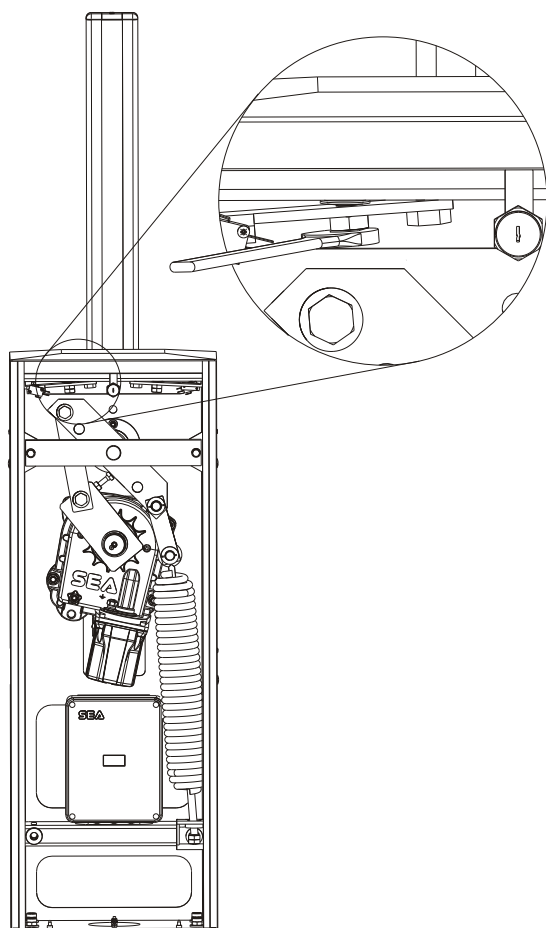

Fig.14
- Desbloquear los tornillos del final de carrera destornillando las tuercas de ajuste apretadas sobre el final de carrera (Fig. 14).
- Destornillar o atornillar los tornillos de final para fijar el mástil en posición vertical en la apertura, y en posición perfectamente horizontal en el cierre (Fig. 14).